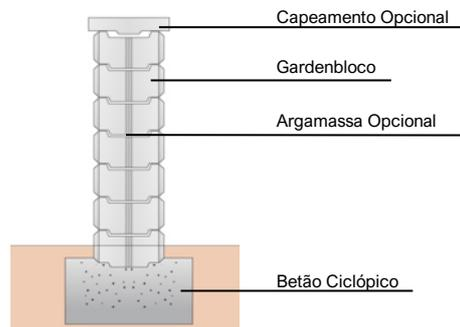

Fig. 1
- A execução da fundação poderá ser realizada em material granular bem compactado, betão ciclópico ou betão armado, dependendo da altura do muro e das características do terreno. (Ver Fig. 1)